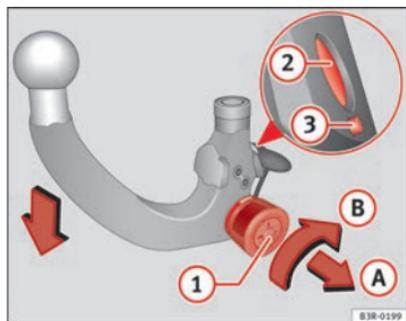

Fig. 159 Dispositivo desmontable para remolque: Pretensar la rótula
- Introduzca la llave **(1)** ⇒ fig. 159 en la cerradura de la rueda moleteada y gírela en dirección a la marca roja.